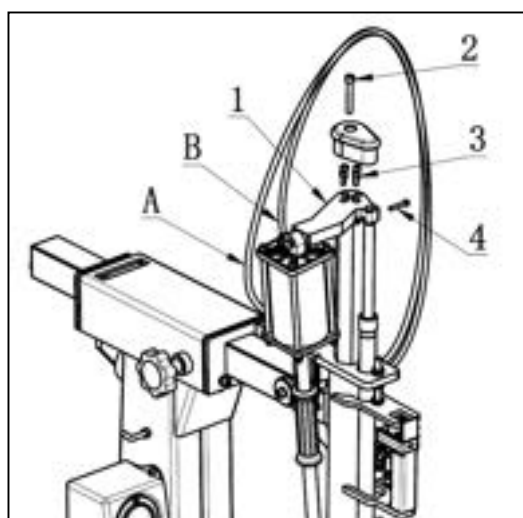
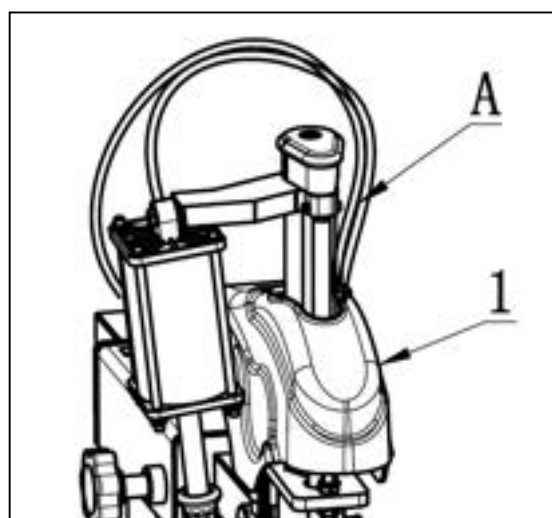

図 17
図 18
- まず、ツールヘッド用シリンダー両側のホース（図 17-A,B）を引き出します。ネジ（図 17-2、17-3、および 17-4）をそれぞれレンチ、#6,#5,#4 を使用して取り外します。接続板（図 17-1）を少し横に回転させて、六角シャフトの上端から保護カバー（図 18-1）を取り付けます。カバーを取り付けるときは、図 18 の様にカバーセンターの穴から 2 本のホース（図 18-A）を通してください。その後、取り外したネジを取り付けます。